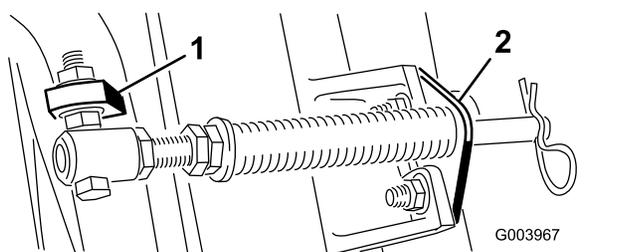

Рисунок 6
стороны выступа, как показано на Рисунок 6.
D. Присоедините кронштейн штока к выступам режущих блоков с помощью каретных болтов и гаек (Рисунок 6).